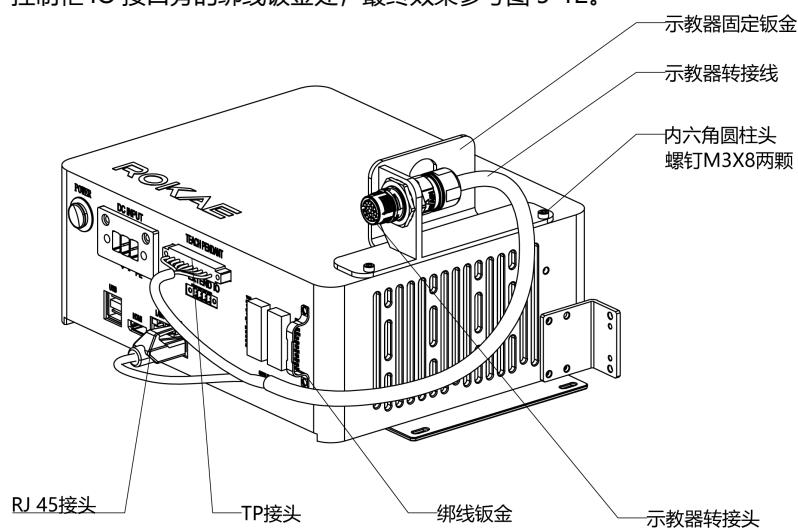
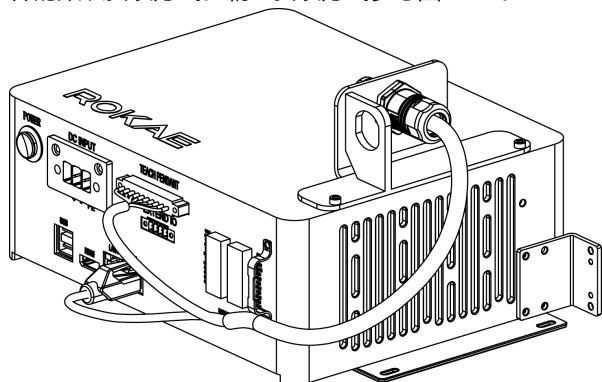

图 5-12 安装示教器转接线束
图 5-14 示教器固定钣金朝左安装示意图
(3) 将示教器转接线接头穿过钣金，并用活动扳手将示教器转接头的螺母拧紧，使示教器接头固定在钣金上面。如下图 5-12 所示。
(4) 教器转接线的 xPad 接头和 RJ45 接头分别与控制柜的 TEACH PENDANT 接口（原 xPad 接口）和 LAN2 接口对插（注意接口，请勿插错），并用扎带将插头附件的线束固定在控制柜 IO 接口旁的绑线钣金处，最终效果参考图 5-12。
(5) 将示教器上的线缆接头，与图 5-12 所示的示教器转接头对插并锁紧，即可正常使用示教器。示教器连接示意图如下图所示。
此套方案只针对选配有机架式示教器转接线套件的用户使用。其中示教器转接插头提供两种安装方式，分别为朝前和朝左两种安装方式。图 5-12 展示的为朝前安装方式，也是示教器转接线套件的默认安装方式。朝左安装方式参考图 5-14。